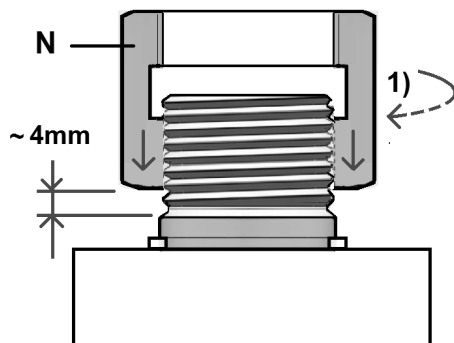

Fig 10
1) Visser l'écrou différentiel (N, Fig 10) sur la broche de la machine.